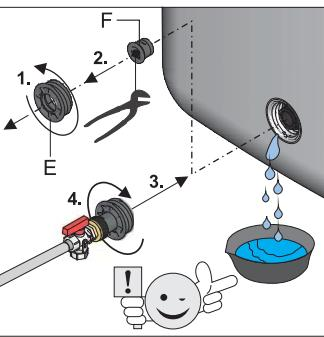

Bild 6-4 KFE-Befüllanschluss in Füll- und Entleeranschluss einschrauben
- Am Füll- und Entleeranschluss das Gewindestück (Bild 6-4, Pos.E) herausdrehen, sowie den Verschlussstopfen (Bild 6-4, Pos.F) entfernen **und sofort** den vormontierten Gewindeeinsatz mit **KFE-Befüllanschluss** in den Füll- und Entleeranschluss (Bild 6-4) wieder **einschrauben**.